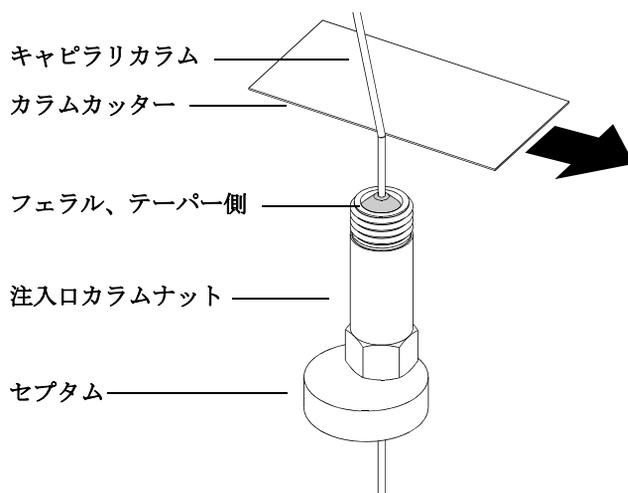

図7 キャピラリカラムの取り付け準備
- 1 セプタム、カラムナットおよびコンディショニングされたフェラルをカラムの固定されていない方の端に突き通します (図 7)。フェラルのテーパー側を上に向けて通します。